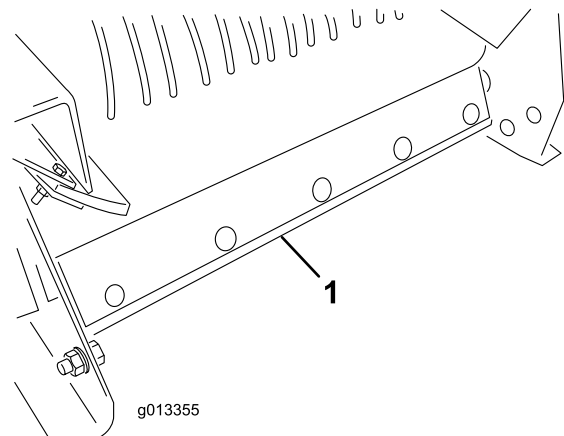

Figura 61
6. Îndepărtați ansamblul șcreperului de curăare a benzii din spatele mainii (Figura 61).